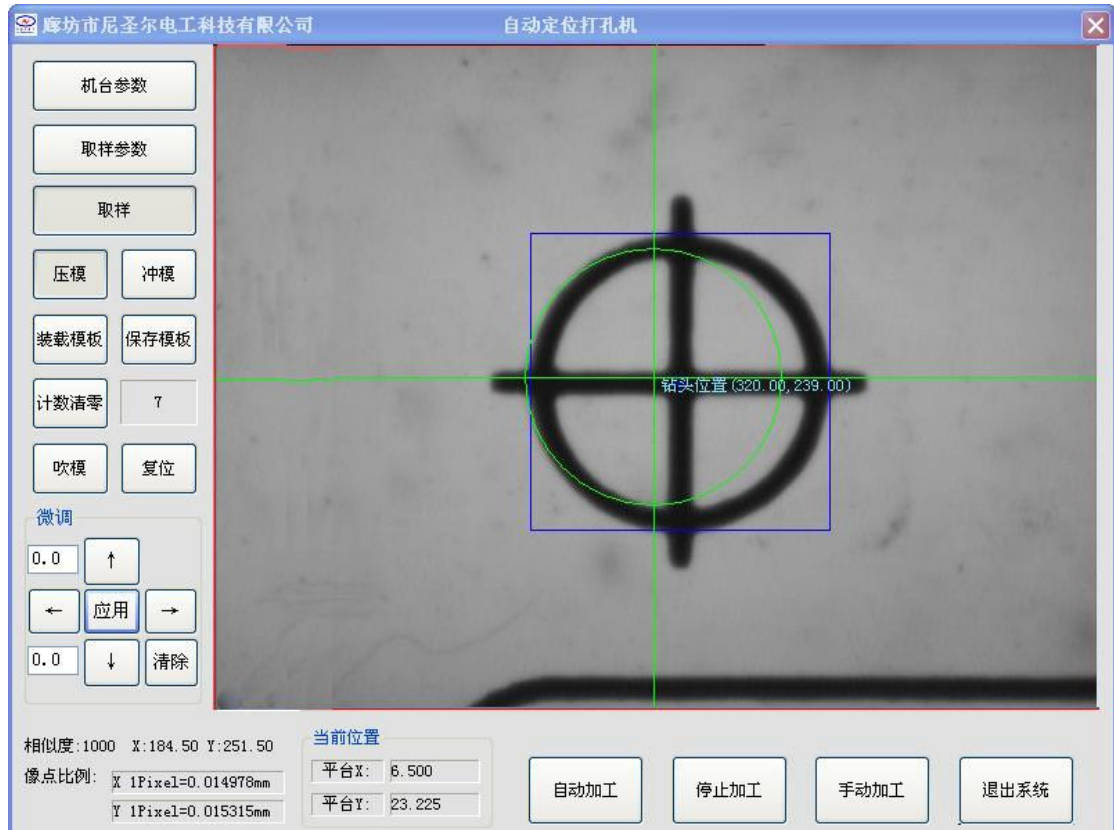

图 3.1
- 2 1) 将要打的定位孔图形放在可视红外线灯光下，使在电脑屏幕打孔系统软件上的红线方框内成象。图 3.1